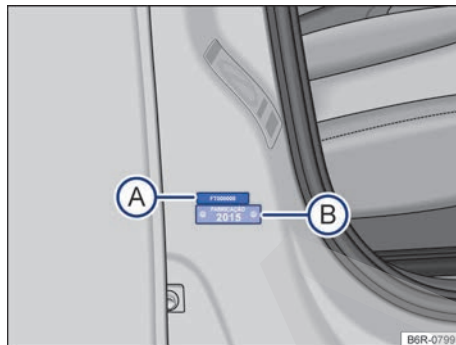

Fig. 158 En la columna de la puerta delantera derecha: etiqueta con el número de bastidor parcial (A) y placa del modelo, año de fabricación (B).
Las etiquetas con el número de bastidor parcial se encuentran en la columna de la puerta delantera derecha → fig. 158 (A), en la columna de la suspensión izquierda y en el travesaño del asiento del conductor. Estas etiquetas son destruidas al ser eliminadas.
La etiqueta con el número de identificación del año de fabricación está ubicada en la columna de la puerta delantera derecha → fig. 158 (B). Esta etiqueta se destruye al ser eliminada.